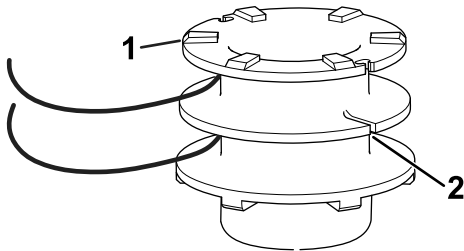

Figura 16
4. Inserte el hilo en la ranura de anclaje en la parte superior del carrete (Figura 16). Enrolle el hilo en el carrete en el sentido indicado por las flechas marcadas en el carrete.